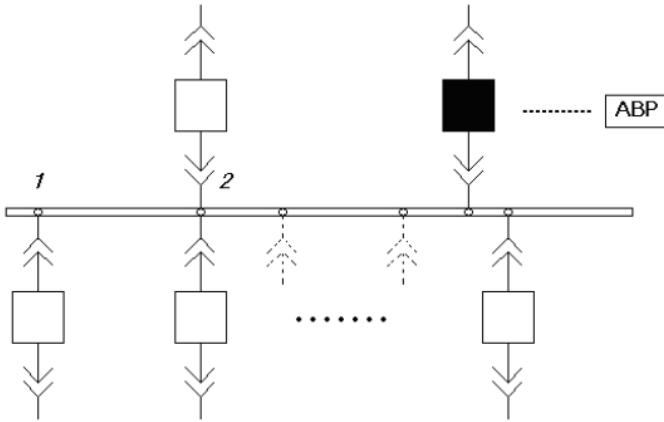

Рис. 3. Схема РУ секции шин 10 кВ
**Задача 3.** Определить частоту кратковременных погашений секции шин из-за коротких замыканий на шинах и на выключателях для секции шин РУ 10 кВ, от которой питается  $N$  отходящих линий (см. рис. 3). Частота отказов с коротким замыканием для выключателей 10 кВ  $\lambda_B$ , частота отказов с коротким замыканием для сборных шин  $\lambda_{ш}$  даны в таблице 3.